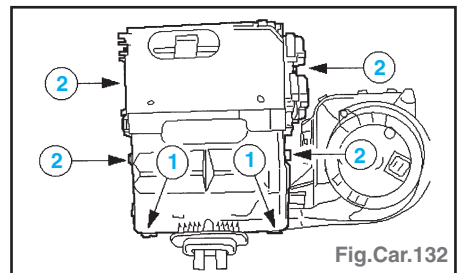

Fig.Car.132
- Déposer le boîtier de radiateur de chauffage (Fig.Car.132) :
- déposer les clips de fixation (1),
- libérer les languettes de fixation (2).